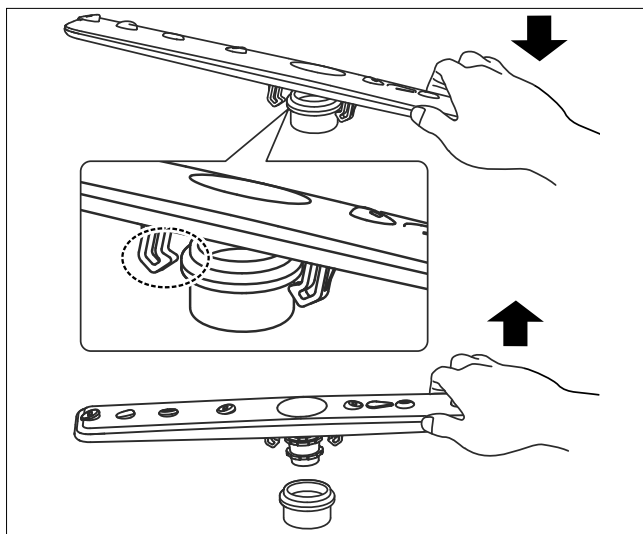

Fig. 22 – Rimozione dell'irroratore
- Rimuovere gli irroratori (1 e 2) nel vano interno dell'apparecchio (vedere Fig. 22) per pulirli. Estrarre ciascun irroratore dal relativo fissaggio.